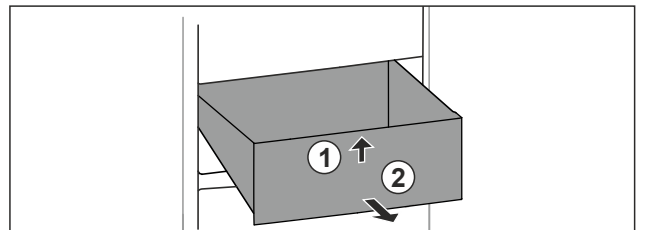

Fig. 68
- ▶ Sollevare il cassetto dal davanti. Fig. 68 (1)
- ▶ Rimuovere il cassetto tirandolo in avanti. Fig. 68 (2)